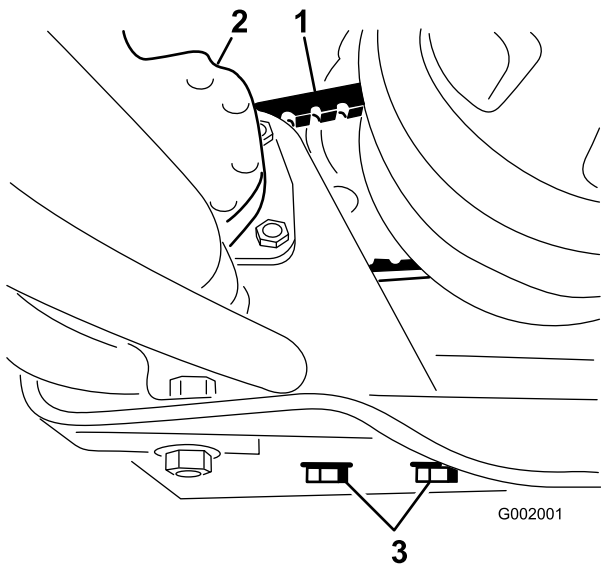

図 62
2. ステアリング・ポンプの取り付けボルトをゆるめる(図 62)。